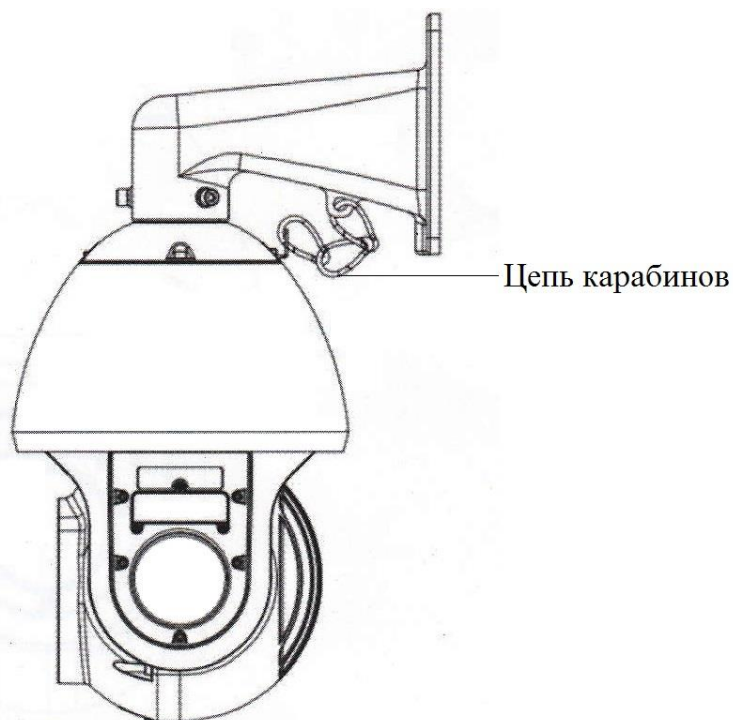
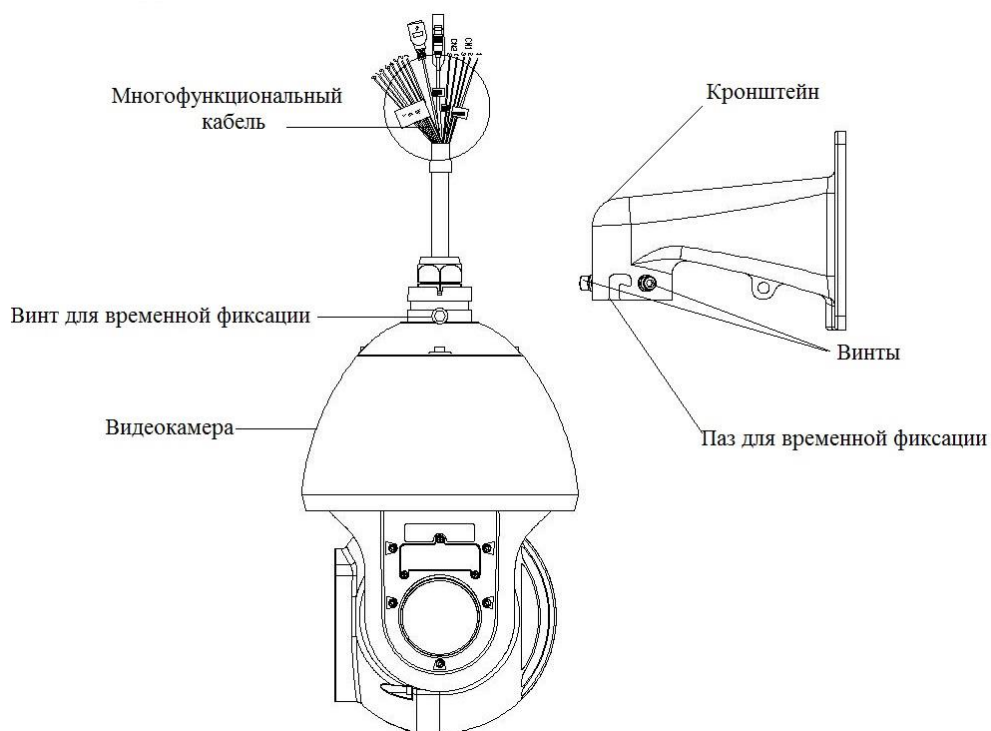

Рисунок 4
Рисунок 5
4.4. Присоедините цепь карабинов с одной стороны к кронштейну, с другой стороны к крышке видеокамеры (рис.4). Соедините контакты интегрированного кабеля кронштейна с соответствующими контактами многофункционального кабеля видеокамеры (рис.5). Изолируйте лентой место соединения, чтобы обеспечить водонепроницаемость. В многофункциональном кабеле, помимо сетевого кабеля с разъемом RJ45, располагается еще группа сухих контактов, группа звуковых интерфейсов, группа питания и RS-485. Эти группы помечены ярлыками. Функциональное значение цветовой маркировки проводов указано на каждом ярлыке. Описание функциональных значений смотрите в таблице 1.
4.5 Для закрепления скоростной купольной камеры на кронштейне используйте соответствующий паз в кронштейне для временной фиксации камеры. Для постоянного закрепления, используя шестигранный ключ, зафиксируйте соответствующие винты на кронштейне (рис.5).